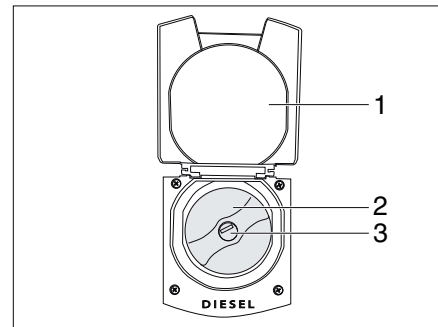

Fig. 37 Clapet de fermeture ouvert avec bec de remplissage de carburant
- Fermer le clapet de fermeture (Fig. 37,1).